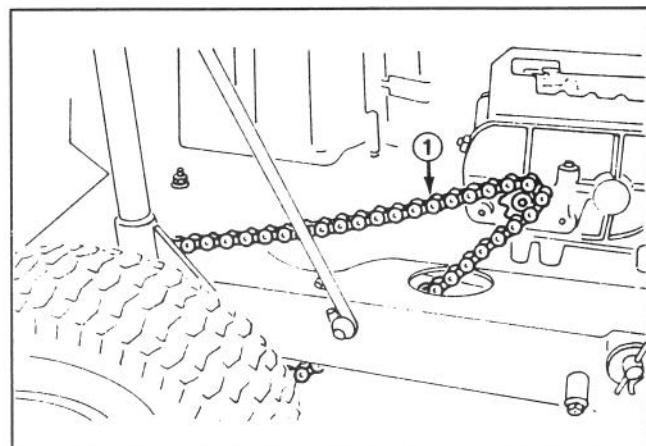
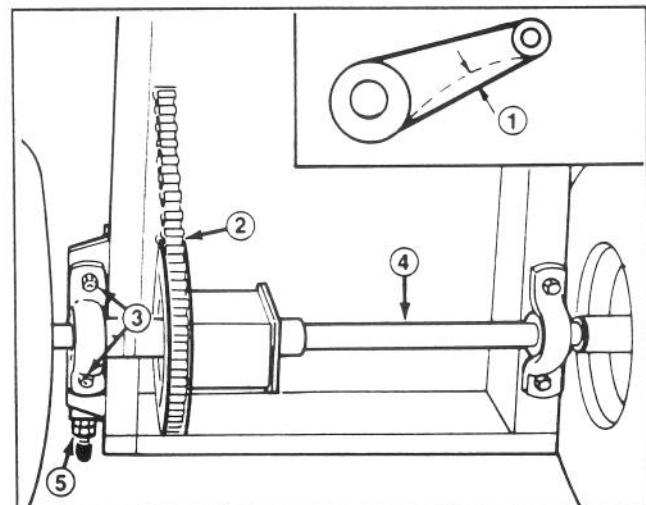

Abbildung 22
Abbildung 23
2. Das Durchbiegen der Kette durch Anheben und nach unten Drücken der Kette mit mittelmäßigem Druck halbwegs über dem Kettenlauf prüfen (Abb. 22). Die gesamte Durchbiegung sollte sich auf 3 mm beschränken (Abb. 23). Wenn die Durchbiegung außerhalb dieser Angaben fällt, wird eine Einstellung erforderlich – Schritte 2-13.
7. Die die Kissenblöcke und die Differentialwelle am Rahmen des Aufsitzmähers absichernden vier Bundmuttern lockern (Abb. 23).
8. Die hintere Klemmutter am Kettenspanner lockern (Abb. 23).
11. Da die Differentialwelle mit der Rückseite des Chassis parallel sein muß, den Abstand zwischen der Mitte der Kissenblöcke und der Rückseite des Chassis messen (Abb. 23). Der Unterschied zwischen diesen zwei Abmessungen darf nicht größer als 3 mm sein. Sollte er doch größer ausfallen, ist die Differentialwelle nicht parallel mit dem Chassis; der Abstand muß deshalb korrigiert werden.